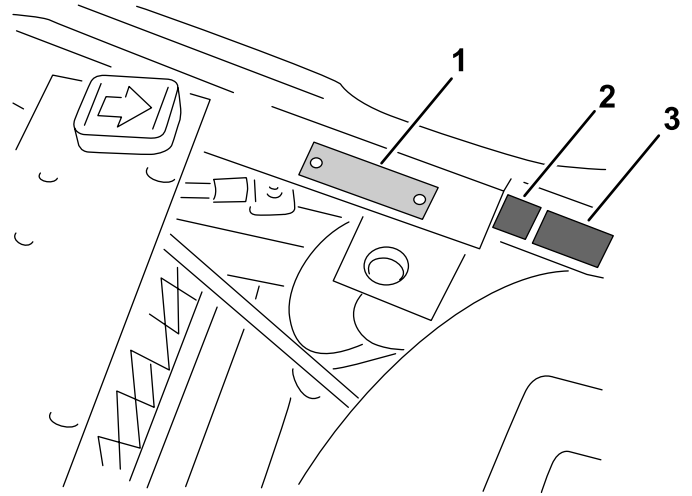

図 12
- CE マークステッカーと製造年ステッカーを、フットレストサポートにあるシリアル番号プレートの上に貼り付ける 図 12。